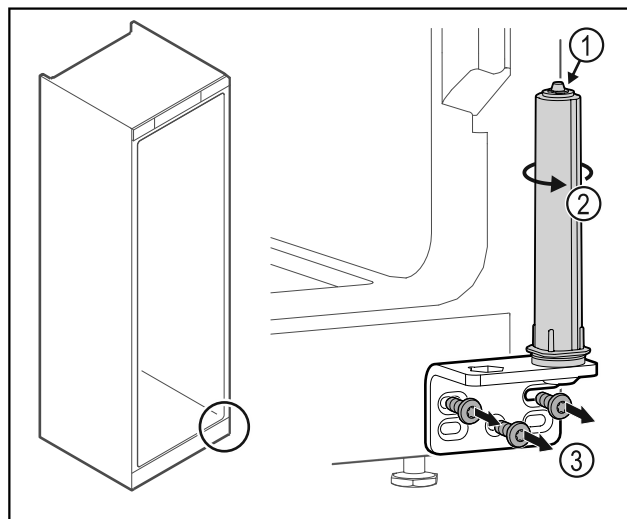

Fig. 45
- ▶ Ta inte isär dörrlåssystemet Fig. 45 (1).
- ▶ Vrid låssystemet Fig. 45 (2) tills det klickar.
- ▶ Skruva av gångjärnsfästet Fig. 45 (3).